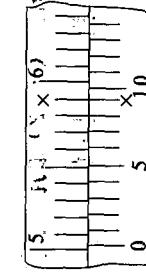

图 2—1
1. 图 2—1 所示 0.05 mm 游标卡尺的读数是（ ）mm。